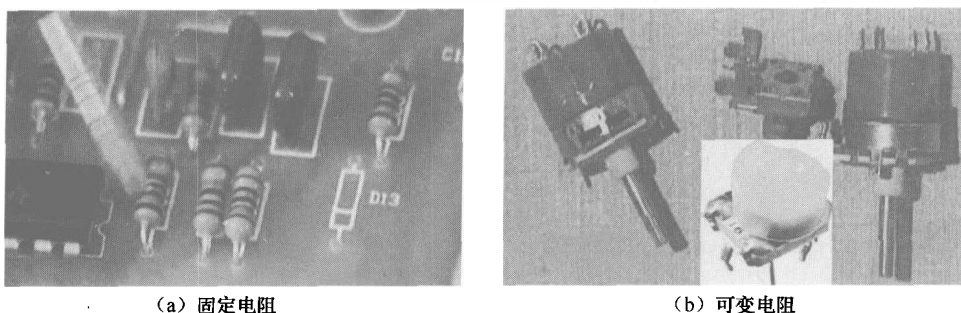

图 1-2 固定电阻和可变电阻
② 按功率分:有 $1/16W$ 、 $1/8W$ 、 $1/4W$ 、 $1/2W$ 、 $1W$ 、 $2W$ 、 $5W$ 、 $10W$ 等额定功率的电阻。
③ 按电阻值的精确度分:有精确度为 $\pm 5\%$ 、 $\pm 10\%$ 、 $\pm 20\%$ 等的普通电阻,还有精确度为 $\pm 0.1\%$ 、 $\pm 0.2\%$ 、 $\pm 0.5\%$ 、 $\pm 1\%$ 和 $\pm 2\%$ 等的精密电阻。
④ 按照阻值能否调节分:有固定电阻和可变电阻,如图 1-2 所示。在电力电子设备中,以固定电阻居多。